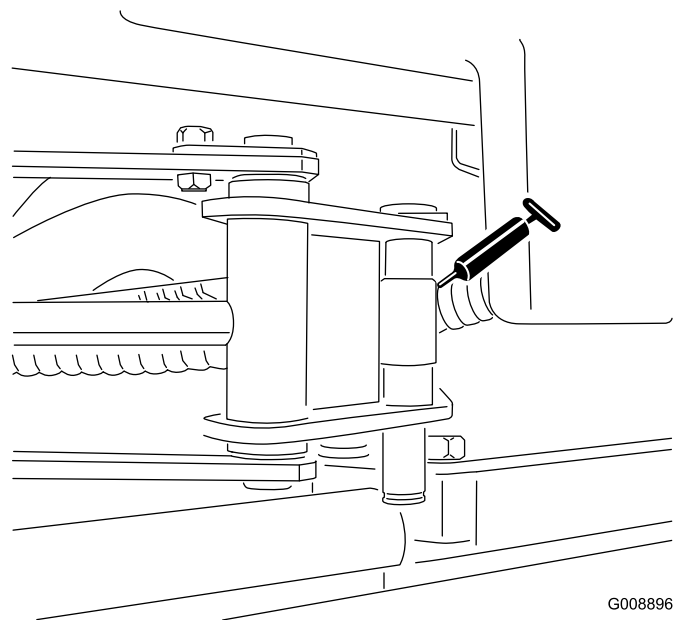

図 47
- サイドワインダーのシリンダ端部2ヶ所モデル 03171のみ 図 47